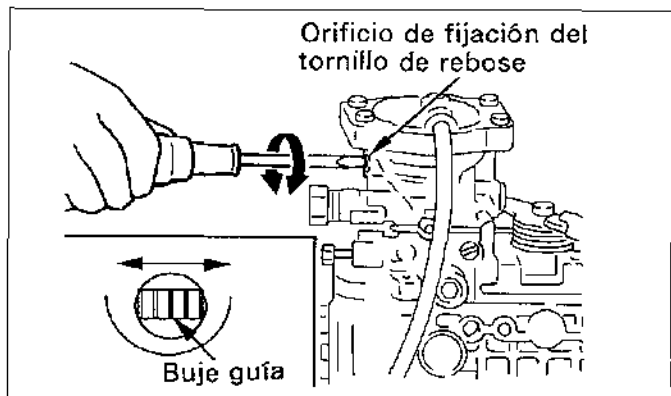

Figura.15-36 Ajuste del buje guía
(6) Inserte un destornillador por el orificio de fijación del tornillo de rebose, y gire entonces el buje guía. (Vea la figura 15-36)